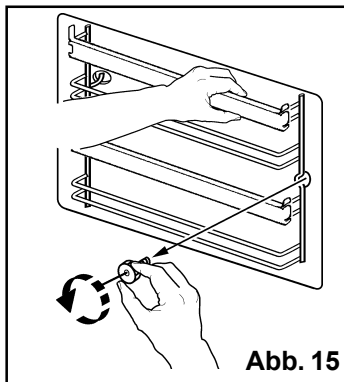

Abb. 15
1. Auf der einen Backofenseite das Einhängegitter festhalten und die Rändelmutter vorne herausschrauben (Abb. 15).